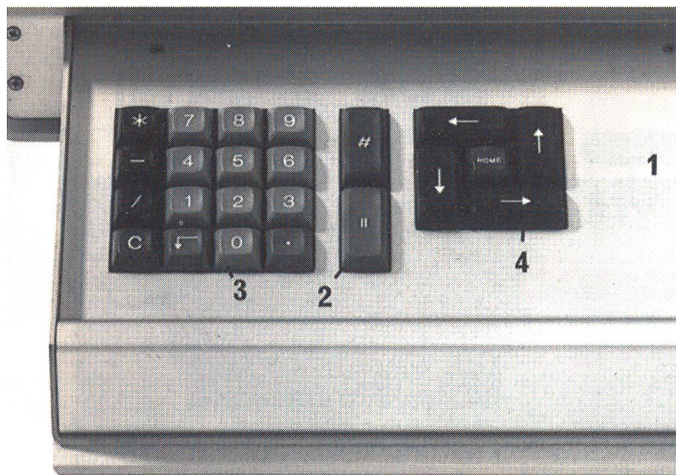

Abb. 11: Das Bedienpult der Steuereinrichtung. Es ist unterhalb des Monitors angeordnet. Für Bedienvorgänge wird das Pult herausgezogen.
1. Durch Eingeben der Programme direkt an der Steuerung (Abb. 11) der Maschine. Hierzu dient das Bedienpult der Steuerung mit 18 Tasten. Die Direkteingabe wird in der Regel für kurze Programme, Korrekturen oder Programmoptimierungen benutzt.